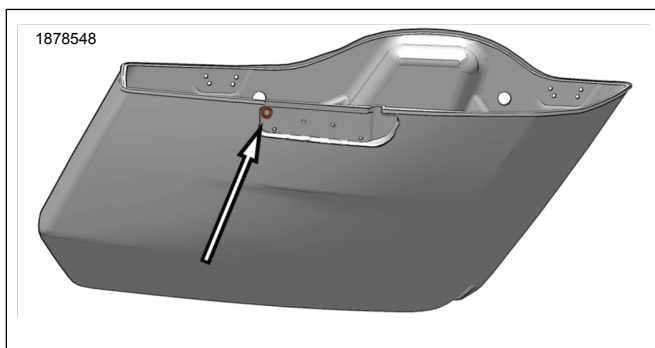

Figura 2. Localização da perfuração superior do alforje
1. Veja a figura 2. Passagem de fio de alforje de broca.